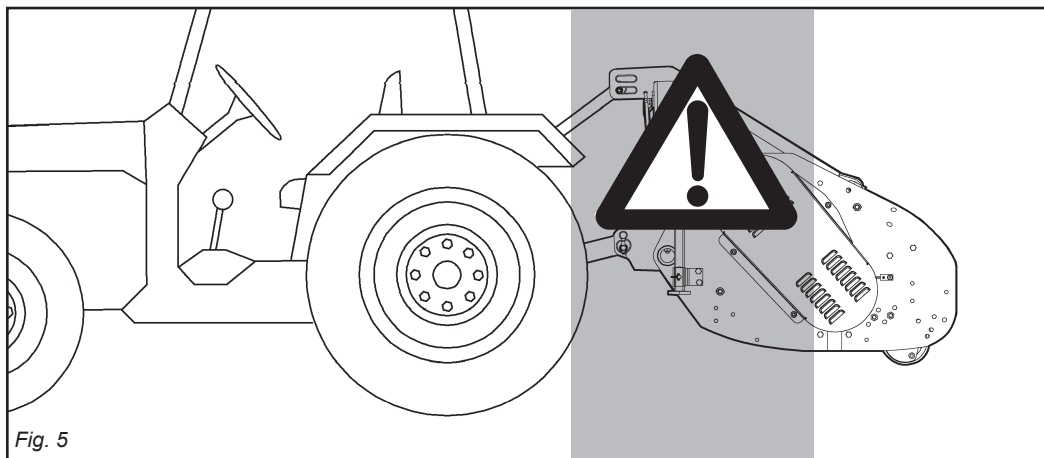

Fig. 5
- 27) È assolutamente vietato interporre tra il trattore e la macchina (Fig. 5) con motore acceso e cardano inserito nonché senza aver azionato il freno di stazionamento. Mantenersi ad una distanza di sicurezza dalla macchina in lavoro, per possibili lanci di corpi contundenti.
- 30) È assolutamente vietato interporre fra il trattore e l'attacco della macchina per manovrare il comando dall'esterno per il sollevamento (Fig. 5).
- 27) *It is absolutely forbidden to stand between the tractor and the implement (Fig. 5) when the engine is running and the cardan shaft is engaged without having first engaged the hand brake. Keep a safe distance from the shredder at work to avoid being hit by possible flying stones, etc.*
- 30) *It is absolutely forbidden to stand between the tractor and the implement when manoeuvring the lift control from the outside (Fig. 5).*
- 27) Il est absolument interdit de se mettre entre le tracteur et l'appareil (Fig. 5) quand le moteur est en marche et le cardan enclenché, sans avoir tiré le frein de stationnement. Se tenir à une distance de sécurité du broyeur en fonctionnement, à cause du lancement possible d'objets contondants.
- 30) Il est absolument interdit de se mettre entre le tracteur et l'attelage pour manœuvrer la commande de relevage de l'extérieur (Fig. 5).
- 27) *Es ist absolut verboten, bei laufendem Motor und eingeschalteter Gelenkwelle zwischen den Schlepper und das Gerät zu treten (Abb. 5). Dazu muß die Feststellbremse gezogen werden. Achten Sie bei der Arbeit mit der Häckselmaschine auf den nötigen Sicherheitsabstand aufgrund der Auswurfgefahr stumpfer Gegenstände.*
- 30) *Es ist absolut verboten, zwischen den Schlepper und den Anschluß zu treten, um die Aushebung von außen zu betätigen (Abb. 5).*
- 27) Está terminantemente prohibido colocarse entre el tractor y el equipo (Fig. 5) con motor encendido y cardán inserido, o sin haber accionado el freno de estacionamiento. Manténgase a una distancia de seguridad del triturador durante el trabajo, porque puede proyectar objetos.
- 30) Está absolutamente prohibido colocarse entre el tractor y el enganche para maniobrar el mando desde el externo en la fase de elevación (Fig. 5).